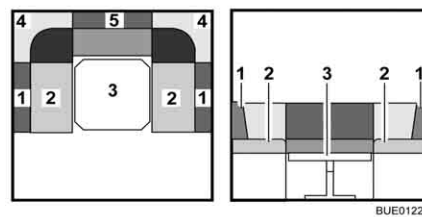

Bild 99 Under ombyggnaden
- Tag bort alla ryggdynor (Bild 99,1, 4 och 5) och lägg dem åt sidan.